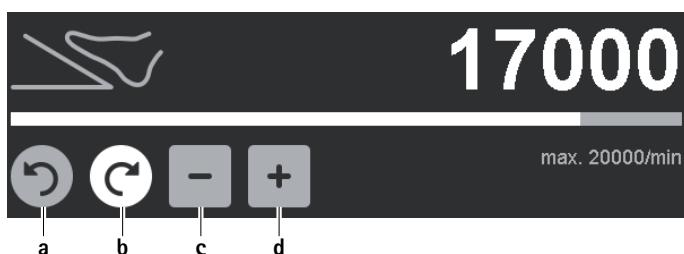

Fig. 6 Alterar o limite superior da gama de rotações/sentido da rotação
- Alterar o sentido de rotação: Premir seletor do sentido da rotação para a direita/para a esquerda, inativo, cinzento **a/b**, ver Fig. 6.